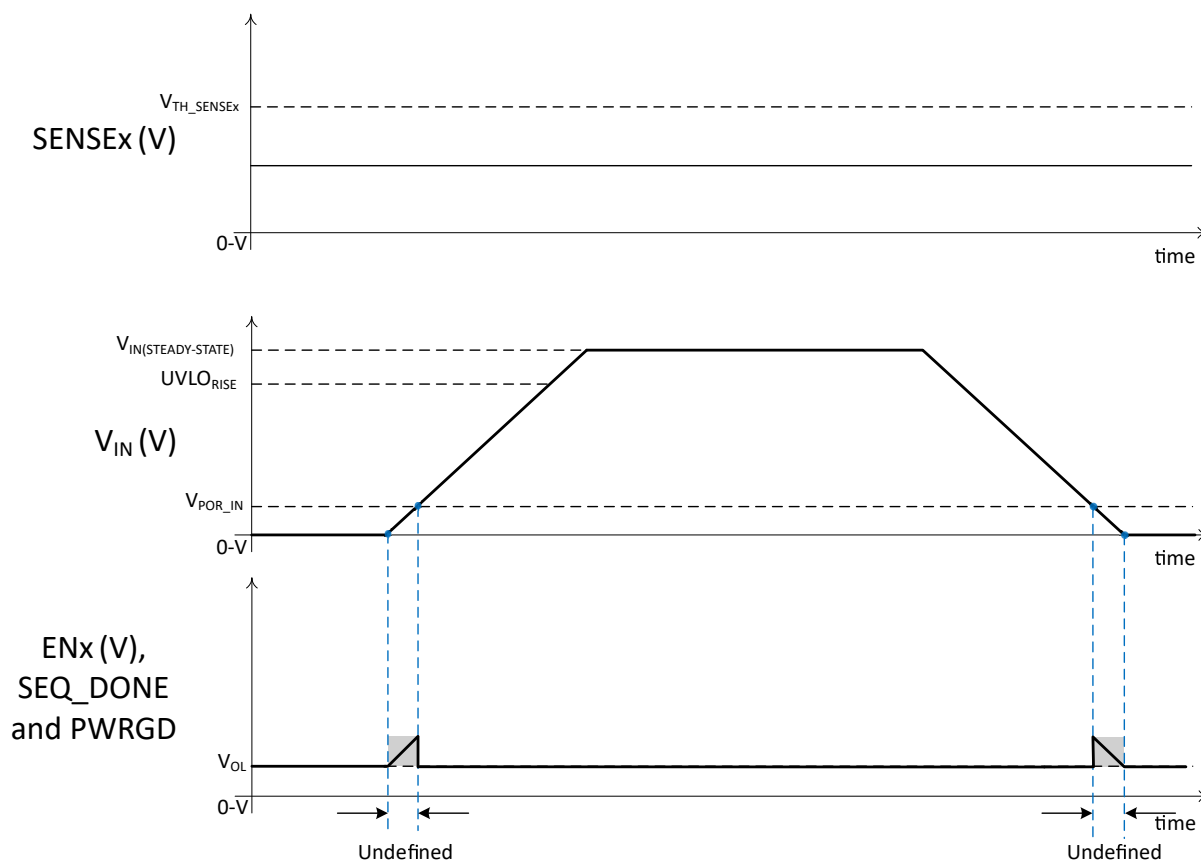

図 8-1. $V_{IN} > V_{IN-MIN}$ 後の有効な Low 状態における出力
図 8-1 に、EN_x 出力と立ち上がり入力電圧 (V_{IN}) との関係を示します。ご覧のように、 V_{IN} が V_{POR_IN} (標準値 1.41V) を下回ると、EN_x は未定義になります。このとき、出力は 0V から V_{IN} まで任意の値になり得ます。この場合、すべての低電圧 (UV) 入力コンパレータ (SENSE_x) への入力電圧は V_{TH_SENSEx} (599mV) を下回っています。したがって、(立ち上がりエッジの待機と合わせて)、 V_{IN} が $UVLO_{RISE}$ (通常 2.79V) を上回った後も、EN_x、SEQ_DONE、PWRGD は Low のままです。